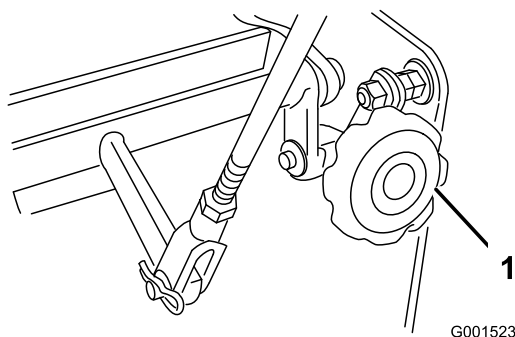

Figure 42
4. Si la machine se déporte d'un côté ou de l'autre, tournez le bouton Quick-Track. Tournez le bouton à droite pour diriger la machine vers la droite, et à gauche pour diriger la machine vers la gauche (Figure 42).